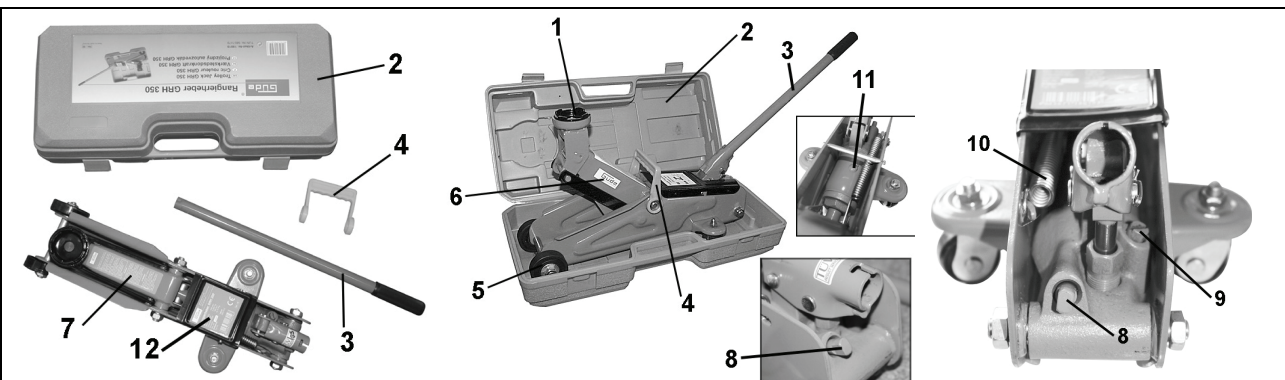

Fig. 1
- Nehmen Sie die Abdeckplatte (Abb. 1/Pos. 12) ab.
- Setzen Sie nun den Gummistöpsel (Abb. 1/Pos. 11) wieder dicht in die Öffnung ein.